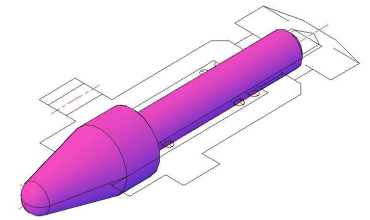

Рис. 29
- ◆ Вращаем контур K1 вокруг оси T1-T2 (рис.29).